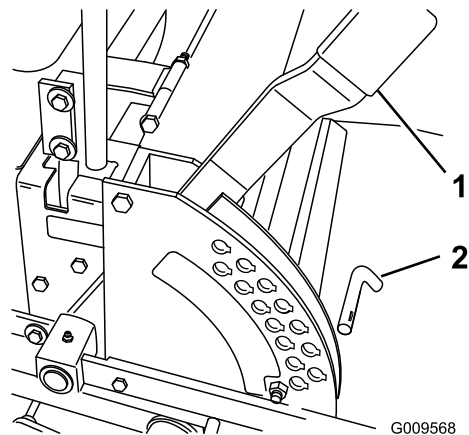

Bild 19
1. Heben Sie den Schnitthöhenhebel in die TRANSPORT-Stellung (entspricht der Schnitthöheneinstellung von 127 mm) (Bild 19).
2. Entfernen Sie den Splint zum Einstellen der Schnitthöhe aus der Schnitthöhenhalterung (Bild 19).
3. Wählen Sie ein Loch in der Schnitthöhenhalterung, das der gewünschten Schnitthöhe entspricht, und stecken Sie den Lastösenbolzen wieder ein (Bild 19).